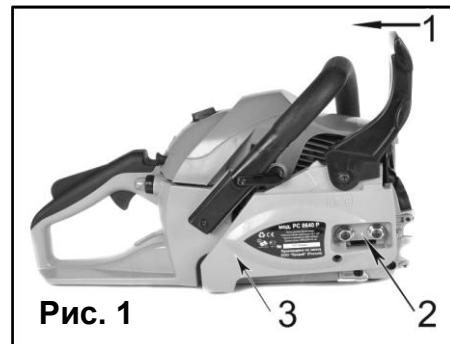
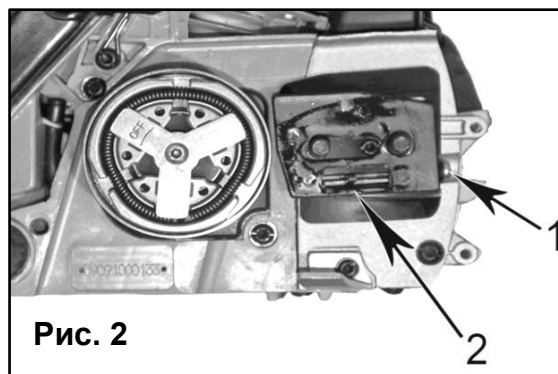

Рис. 1
Рис. 2
- Убедитесь, что рукоятка тормоза цепи (1) сдвинута в положение ВЫКЛ. (Рис. 1).
- Отвинтите предохранительные гайки шины (2). Снимите крышку тормоза цепи (3), потянув ее вверх.
- С помощью отвертки поверните регулировочный винт (1) против часовой стрелки, пока выравнивающий штифт (2) (выступающий цилиндр) не достигнет своего предельного положения (Рис.2).